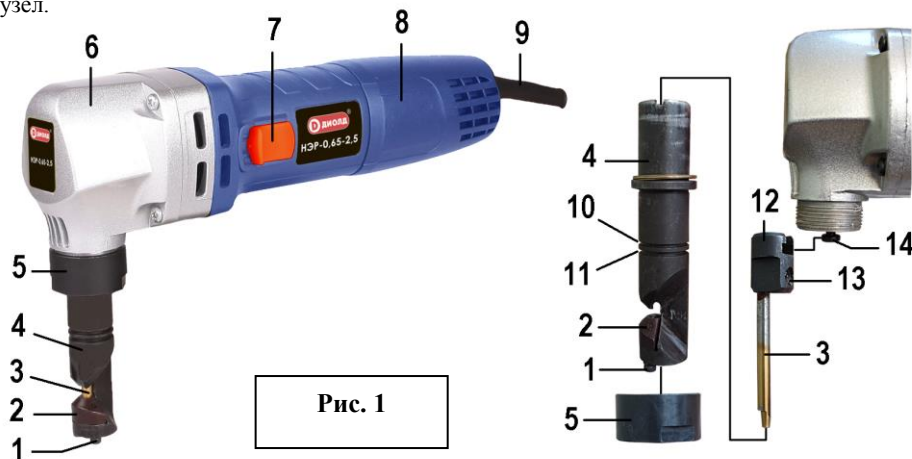

Рис. 1
4.1. Ножницы (рис. 1) состоят из следующих основных частей: Электродвигателя поз. 8, редуктора поз. 6, выключателя поз. 7; переходника поз. 12 с пуансоном поз. 3, направляющей поз. 4 с матрицей поз. 2.